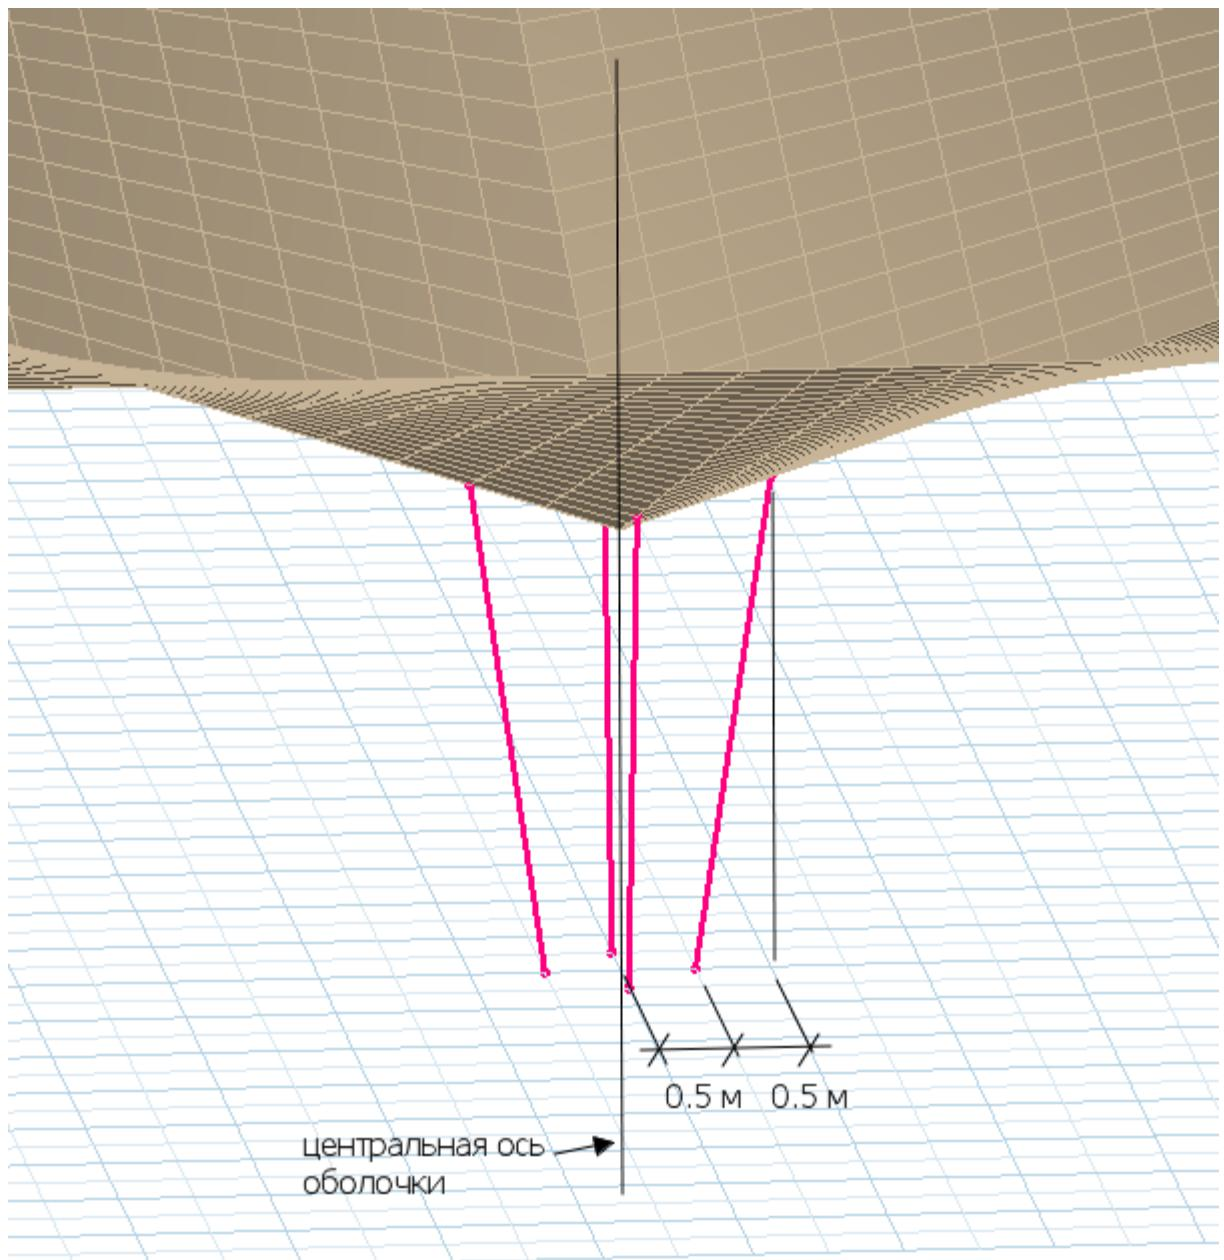

Рис.3.3 Расположение наклонных колонн в модели (красным цветом).
- Произведите построение наклонных колонн с помощью инструмента Балка (рис.3.3). **Начало балки должно соответствовать низу колонны, конечная точка балки – верху колонны.**